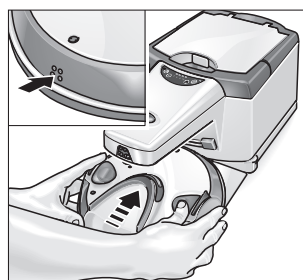

Fig. 7: Igangsetting etter lengre tid uten bruk
- Plasser roboten på stasjonen, og trykk ladekontaktene på roboten mot ladekontaktene på stasjonen i ca. 60 sekunder (fig. 7)